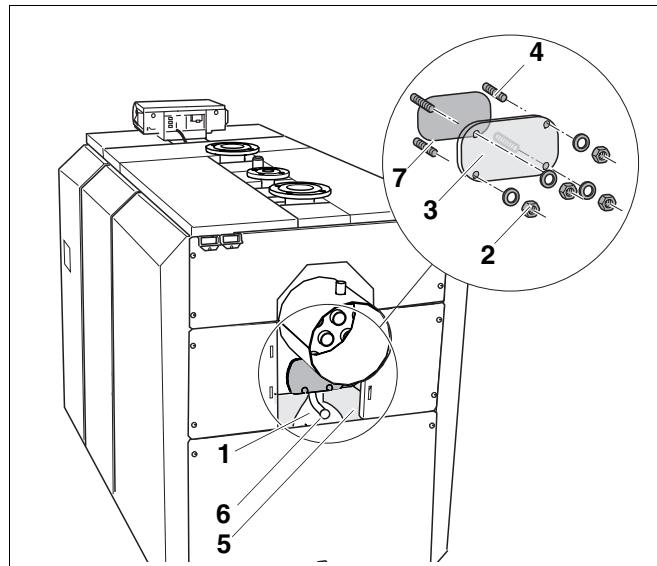

Рис. 55 Установка крышки для чистки
- Отодвинуть немного в сторону теплоизоляцию коллектора дымовых газов (рис. 55, поз. 5), чтобы можно было вновь установить на коллектор крышку для чистки.
- Посадить на шпильки крышку для чистки коллектора дымовых газов (рис. 55, поз. 3) с уложенной прокладкой (рис. 55, поз. 4).
- Закрепить крышку для чистки (рис. 55, поз. 3) гайками с шайбами (рис. 55, поз. 2) на коллекторе дымовых газов (рис. 55, поз. 1). Момент затяжки 12 Нм (вручную).